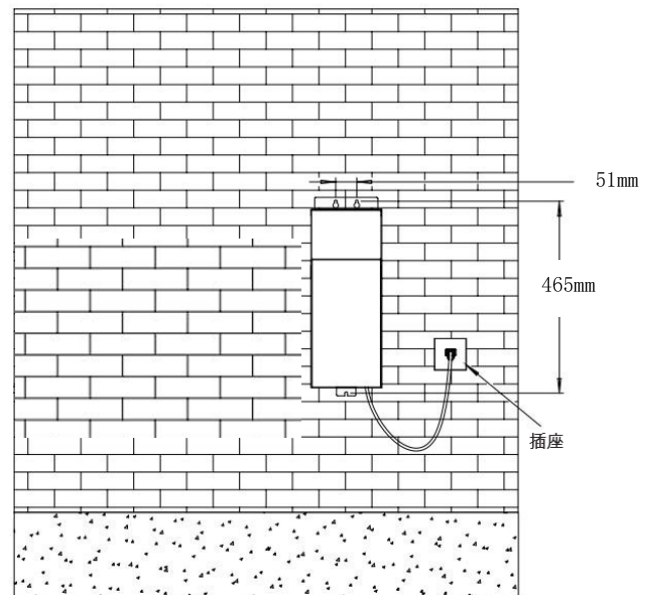

图 1
1. 请谨慎选择安装位置，确保电源单元不与可燃物接触。电源周围须保留至少 300mm 的通风空间，且必须安装在距地面至少 300mm 的高度。（参见图 1）
2. 使用电源外壳上的安装支架进行牢固固定。在正确位置钻孔（具体尺寸见图 1），并确保针对所选安装表面使用合适的螺钉。